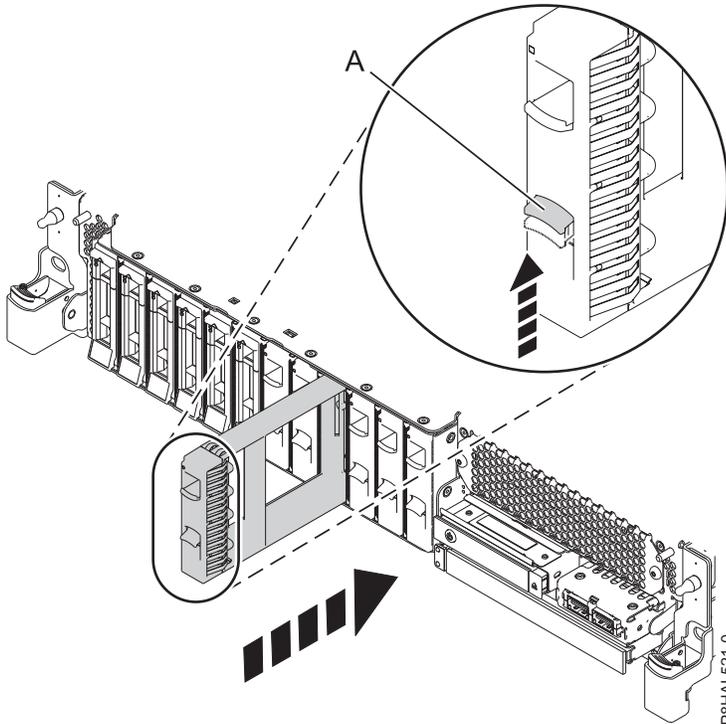

Figure 40. Installation d'un obturateur d'unité de disque dans un système
3. Alignez l'obturateur d'unité de disque sur l'emplacement d'unité et poussez-le complètement dans le système (A) jusqu'à ce qu'il se verrouille, comme illustré dans la figure 40, à la page 52.